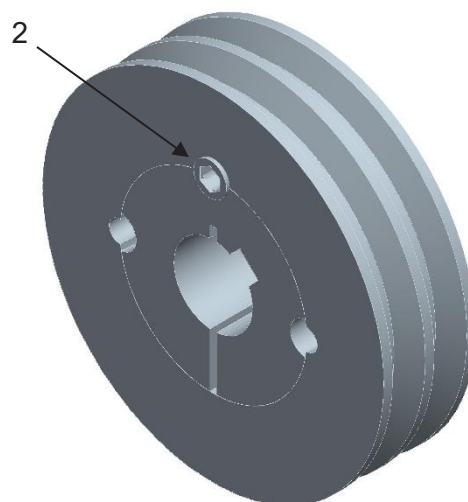

Fig. 7
- Der anvendes en Taperlock bøsning til fastgørelse af remskiven (se 6 og Fig. 7). Det kan være nødvendigt at flytte motorbeslaget i hullerne i træksektionen, for at remskærm og motor passer.